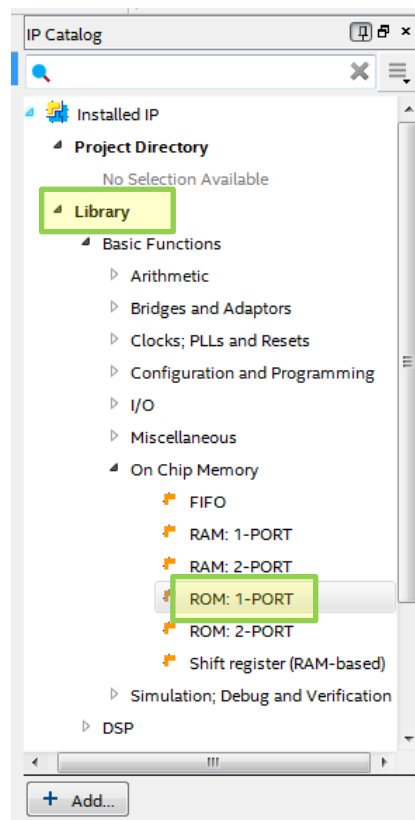

Рис. 8 Окно **IP Catalog**
3.1. В разделе **Library** окна **IP Catalog** выберите мегафункцию **ROM: 1-PORT** (рис. 8) и нажмите кнопку «**+ADD**»,